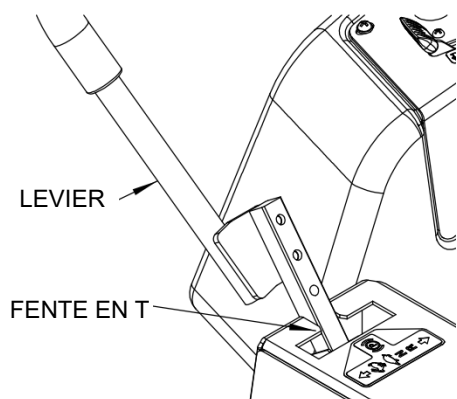

Fig. 8
- Lorsque les leviers de direction sont centrés dans la fente en T, le système d'entraînement est en position de verrouillage neutre. Placez les deux leviers de direction en position de verrouillage au point mort tournée vers l'extérieur, le système d'entraînement est en position de frein de stationnement. (Reportez-vous à la Fig. 8)